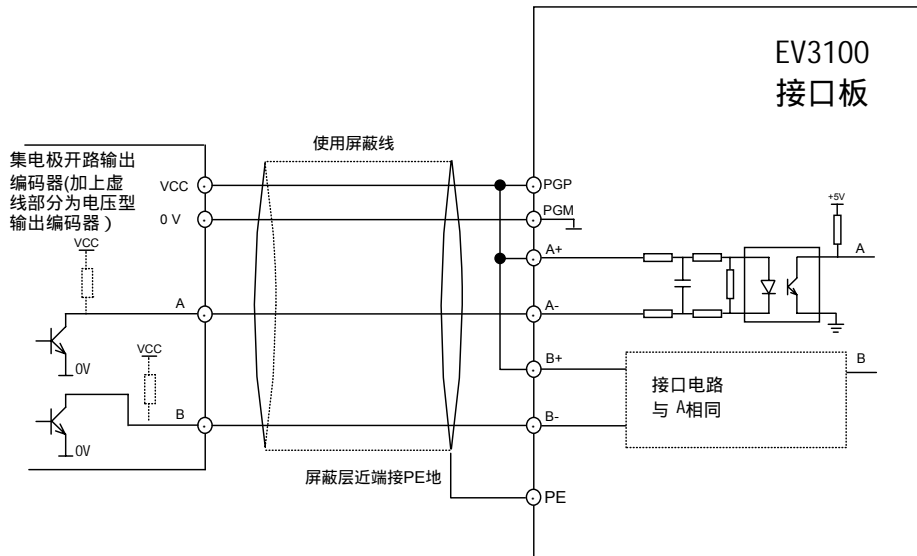

图3-26 集电极开路信号PG接线示意图
1. PG输出信号为集电极开路信号，与接口板端子的连接如图3-26所示：